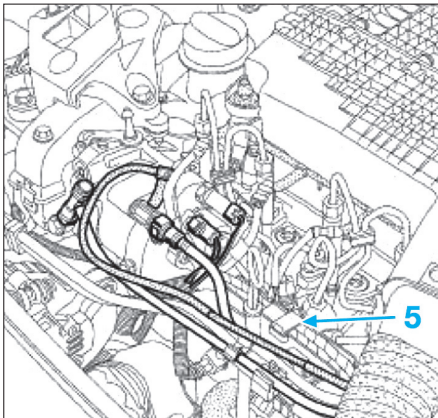

Fig. 71
- les connecteurs des bougies de préchauffage (4).
- Déposer le support de câblage et du tuyau de retour gazole (5) (Fig.71).